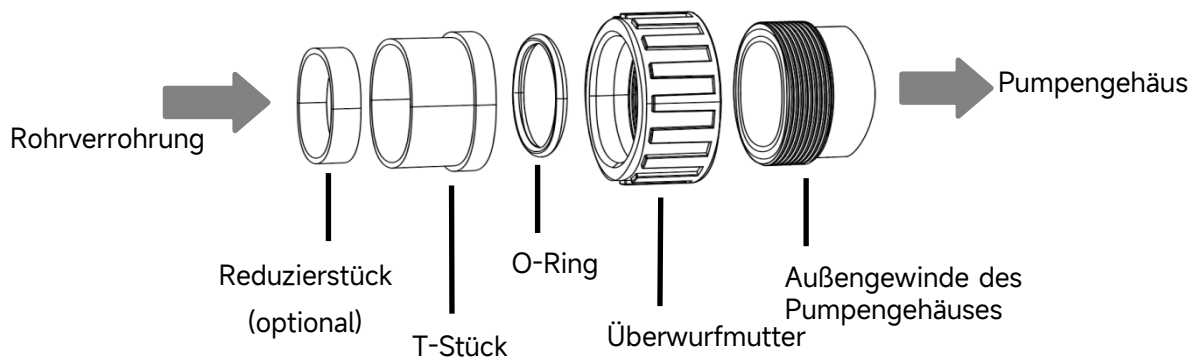

Abbildung 3 – Union Kit
- 3) Verwenden Sie das vom Pumpenhersteller mitgelieferte Verbindungsset (siehe Abbildung 3). Verwenden Sie keine anderen Verbindungsstücke für den Pumperein-/auslass, da diese nicht zusammenpassen und das Pumpengehäuse beschädigen könnten.